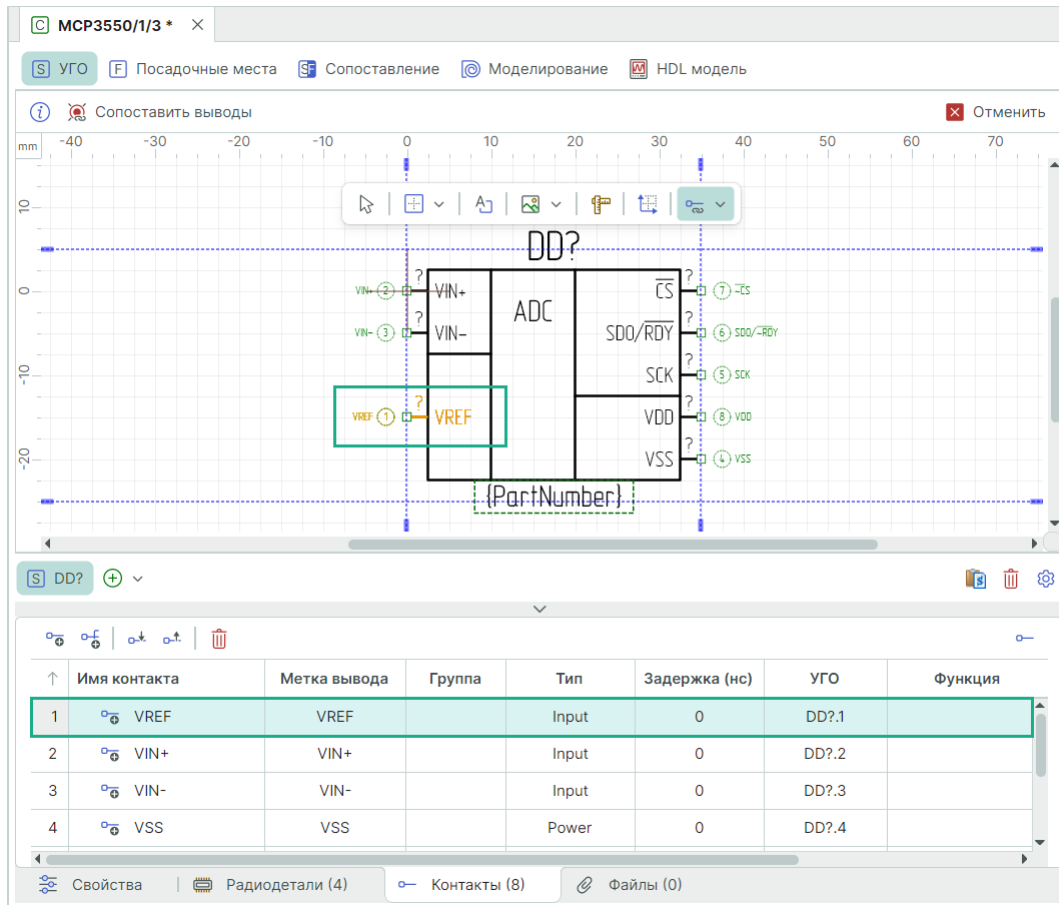

Рис. 290 Результат сопоставления вывод УГО с контактом
4. При нажатии левой кнопки мыши выбранный контакт будет сопоставлен с выводом, на который наведен курсор, см. Рис. 290.